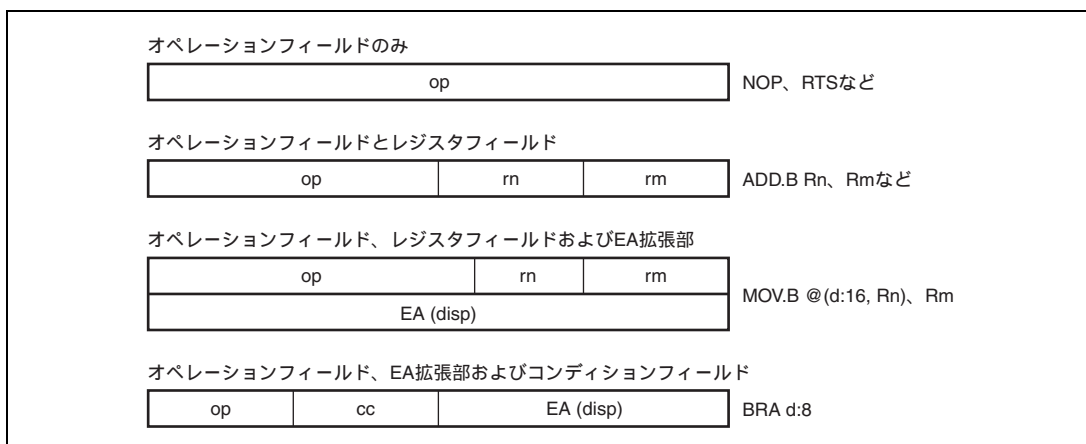

図 2.7 命令フォーマット
H8/300H CPU の命令は 2 バイト (ワード) を単位としています。各命令はオペレーションフィールド (OP)、レジスタフィールド (r)、EA 拡張部 (EA) およびコンディションフィールド (cc) から構成されています。図 2.7 に命令フォーマットの例を示します。
(1) オペレーションフィールド